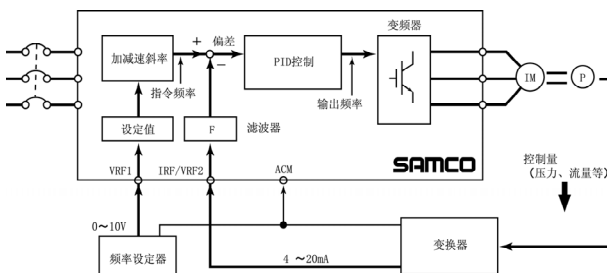
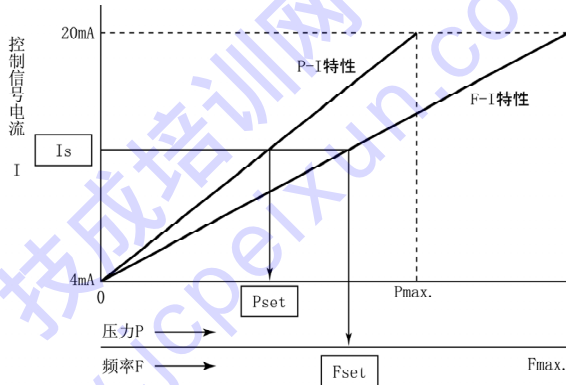

图7-1
图7-2
- 基本的使用例子如图7-1所示。(指令值, 反馈信号都是模拟信号的情况)
- 在遇到反馈信号上叠加有噪音情况时, 请调节反馈信号输入滤波器的时间常数 (Cd125)。图7-1所示的“F”部位上设置了滤波器。
- 设定值是由操作面板或者外部的模拟信号输入等以频率的形式输入。有关以压力变换器为例的图7-1的情况下, 设定值(频率)的设定例如图7-2所示。